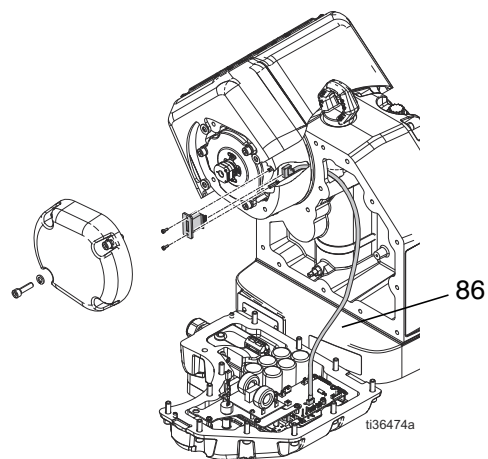

Abb. 22: Token-Kabel
- Token-Kabel (86). Siehe ABB. 22 auf Seite 18.